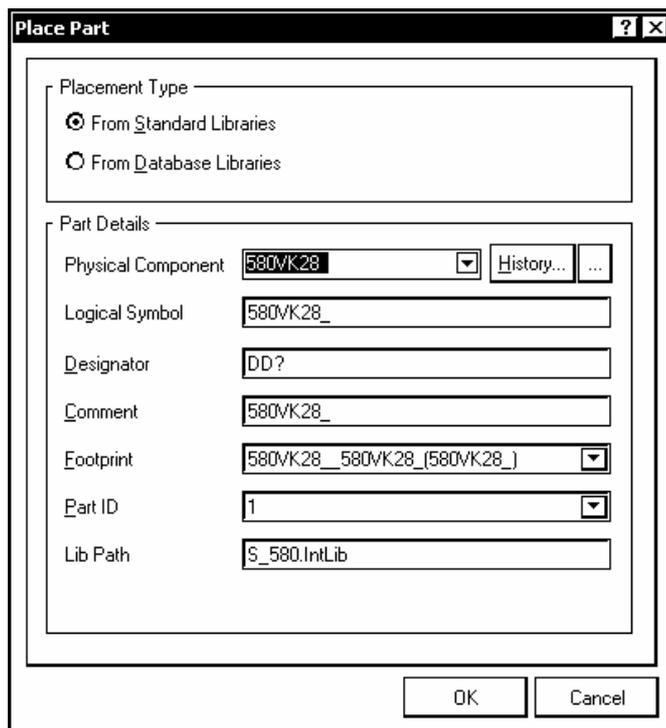

Рис. 5.1
1. Для размещения схемного символа активизировать команду Place>>Part главного меню или всплывающего по щелчку правой клавиши мыши контекстного меню. Можно также воспользоваться “горячими” клавишам P, P. Открывается диалоговое окно Place Part (рис. 5.1) с информацией о компоненте, который предлагает программа. Это последний ранее вводившийся компонент.